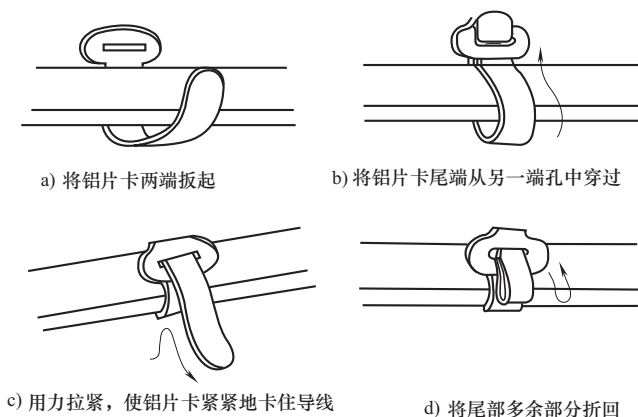

图 7-5 将铝片线卡收紧夹持护套线
(3) 用铝片线卡夹持护套线时，应注意护套线必须置于线卡钉位或粘接位的中心，在扳起铝片线卡首尾的同时，应用手指顶住支持点附近的护套线。铝片线卡的夹持方法如图 7-5 所示。另外，在夹持护套线时应注意检查，若有偏斜，则应用小锤轻敲线卡进行校正。